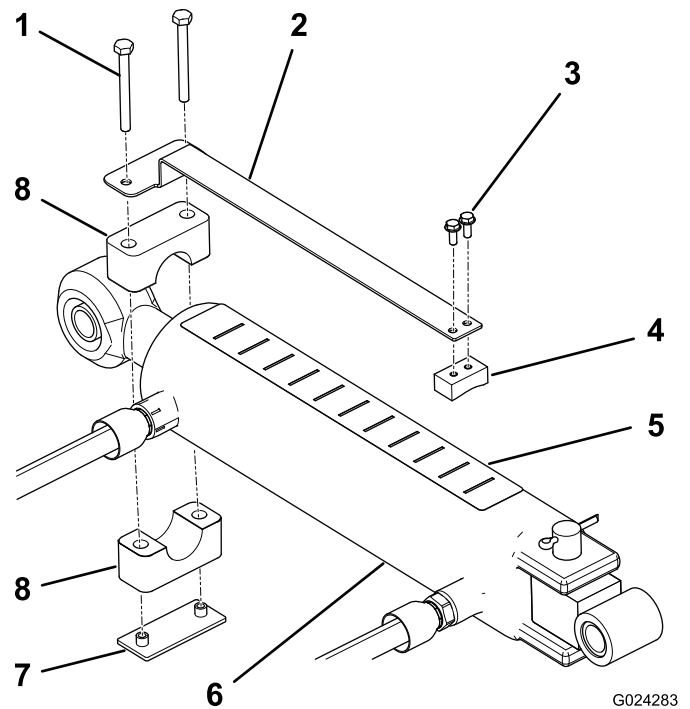

Bild 9
1. Montieren Sie das Tiefenmessgerät mit zwei Gewindeschrauben (Nr. 10 x 1/2") an der flachen Seite des Schiebeblocks; positionieren Sie die Komponenten, wie in Bild 9 abgebildet.
2. Befestigen Sie das Tiefenmessgerät mit der Schlauchklemme, der Schweißplatte und zwei Schrauben (1/4" x 2-1/2") lose am Stangenende des Oberlenkerzylinders (Bild 9). Stellen Sie sicher, dass die Klemmen so lose sind, dass die in die gewünschte Stellung gedreht werden können.
4. Bringen Sie den Tiefenaufkleber oben am Zylinder an einer Stelle an, die für den Bediener sichtbar ist, und die keine Hydraulikschläuche oder andere Hindernisse behindert (Bild 9). Das Ende des Aufklebers mit dem Buchstaben „J“ muss zum Aerifizierer zeigen.